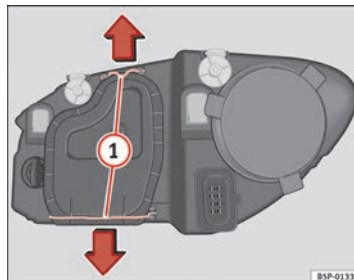

Fig. 188 Luz de cruce
- Desplace los tirantes ⇒ fig. 188 **1** en el sentido de la flecha y saque la tapa. ►